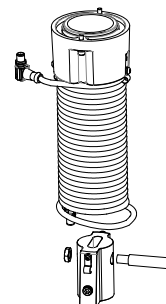

Figure 2. Ensemble standard de cordon enroulé.
- 2) **Cordon enroulé (Figure 2)** : le cordon enroulé conduit des signaux de la poignée à l'ensemble actionneur. Ces signaux comprendront la vitesse de levage, la direction de levage et l'arrêt d'urgence. Ne pas immobiliser le cordon enroulé sur des objets étrangers. Ne pas attacher ni relâcher un câble supplémentaire ou des ourlets du cordon enroulé Gorbels^{MD}.